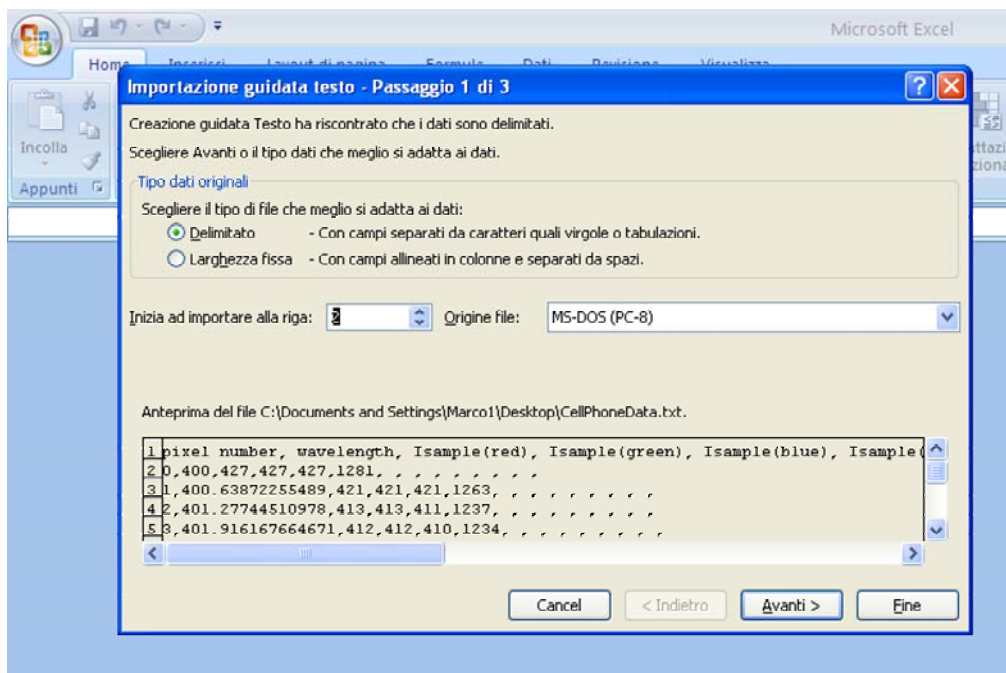

Figura 8: impostazione di *Delimitato* e dell'importazione a partire dalla riga 2.
- 5) Nel campo *Tipo di dati* selezionare *Delimitato* (Figura 8)